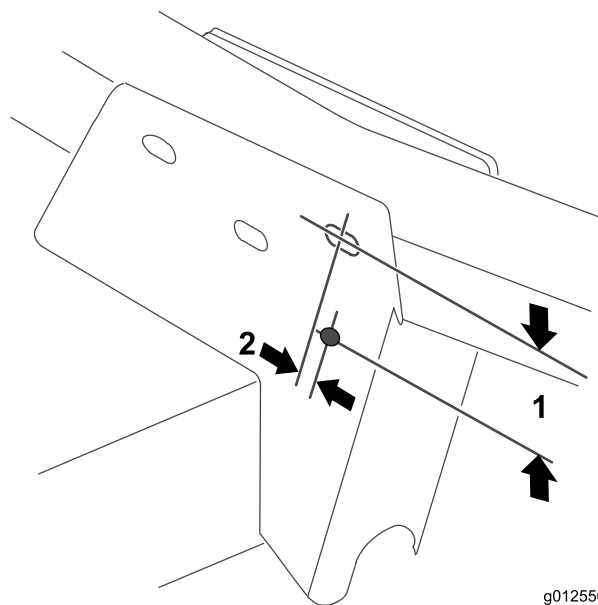

図 22
1. 図 22 に示す寸法に従って、右前キャストアームブラケットの両方の壁に、直径 8.7mm の穴を1つ開ける。